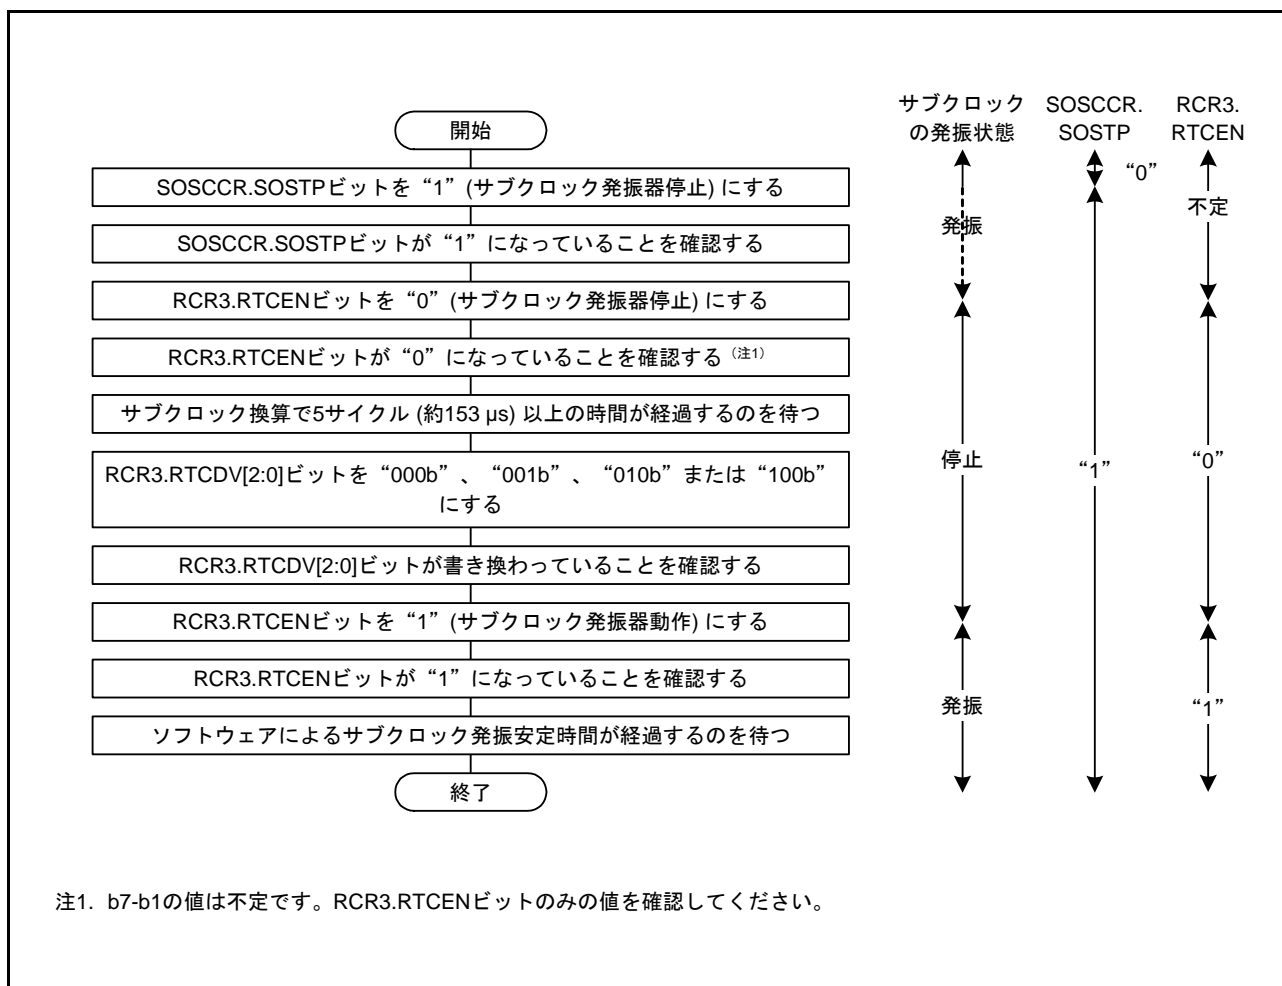

図 9.10 サブクロックをリアルタイムクロックのカウンタソースのみに使用する場合の初期化フローチャート例
- サブクロックをリアルタイムクロックのカウンタソースのみに使用する場合は、図 9.10 のフローチャートの例に従って初期設定してください。その後、「23.3.2 クロックとカウンタモード設定手順」に記載されたクロック設定手順に従って設定してください。